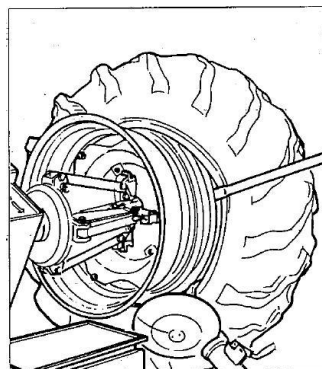

Fig.7.12
- 13) Indsæt håndtaget LA mellem fælg og vulst, til højre for krogen (Se Fig.7.12).